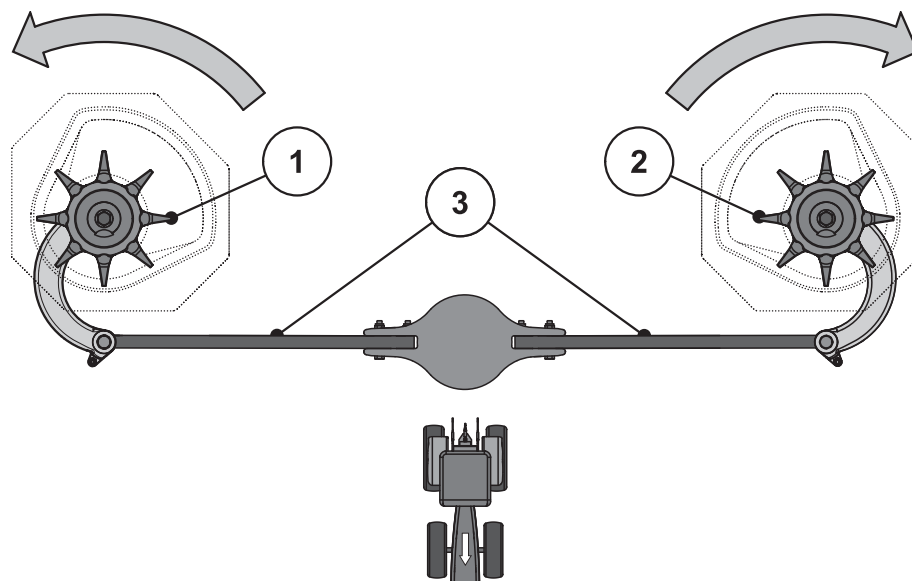

Imagen 9.8: Comprobar mando de agitador
2. Girar manualmente el cabezal agitador en el **sentido de giro del disco de dispersión**. Véase Imagen 9.8.
3. Gire el cabezal agitador manualmente o con la ayuda de una correa de filtro de aceite con fuerza **en sentido contrario a la dirección de giro del disco de dispersión**. Véase Imagen 9.8.